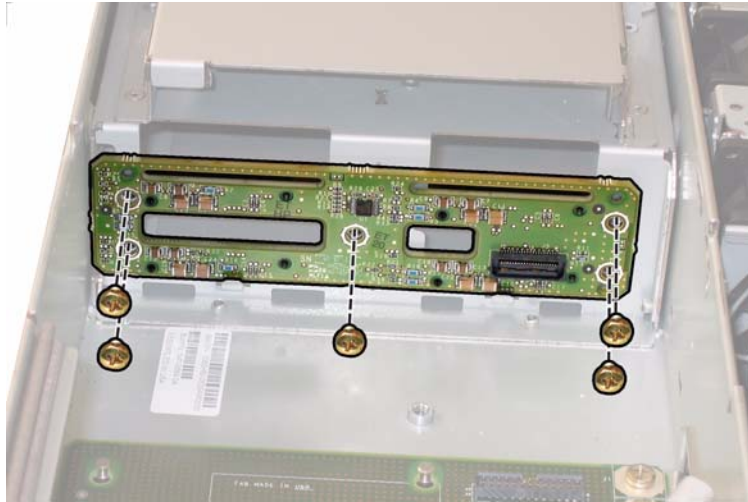

図 4-38 HDD バックプレーンの取り外し
12. HDD バックプレーンをドライブベイ背面に固定している 5 本のネジを緩めます。図 4-38 を参照してください。